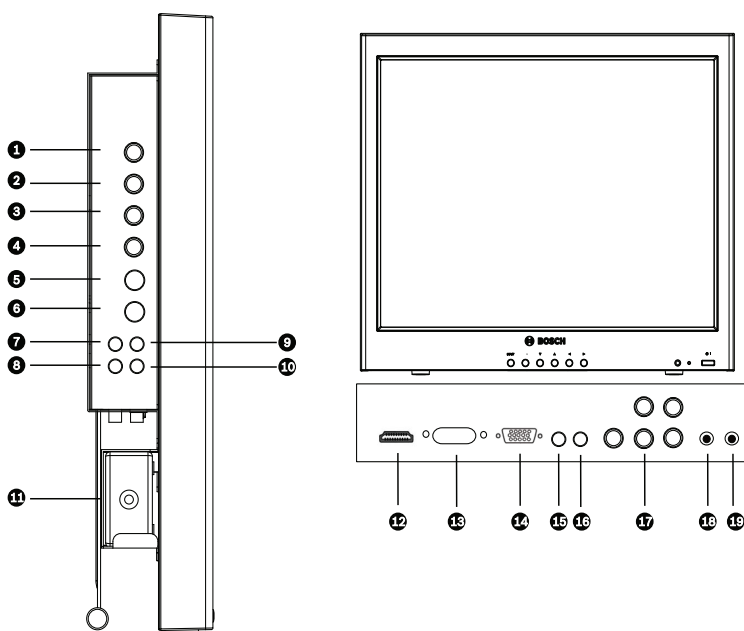

Figura 2.3 Painel lateral e painel inferior
No painel lateral posterior do monitor, poderá encontrar dois (2) conectores BNC para entrada de vídeo composto e dois (2) conectores BNC para saída de vídeo composto (ver Figura 2.3).